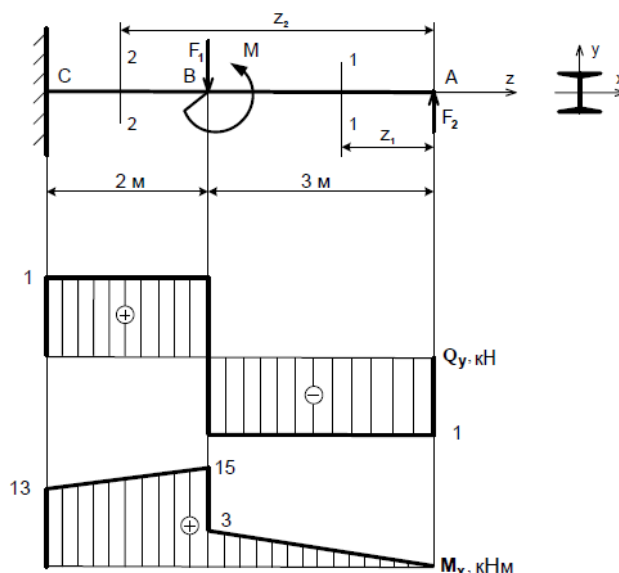

Рисунок 2.3 – К расчету балки
Для заданной консольной балки (рисунок 2.3) построить эпюры  $Q_y$ ,  $M_x$  и подобрать двутавровое сечение, если:
3. Определяем значения изгибающих моментов  $M_x$  в характерных сечениях и строим эпюру  $M_x$  (рисунок 2.3).